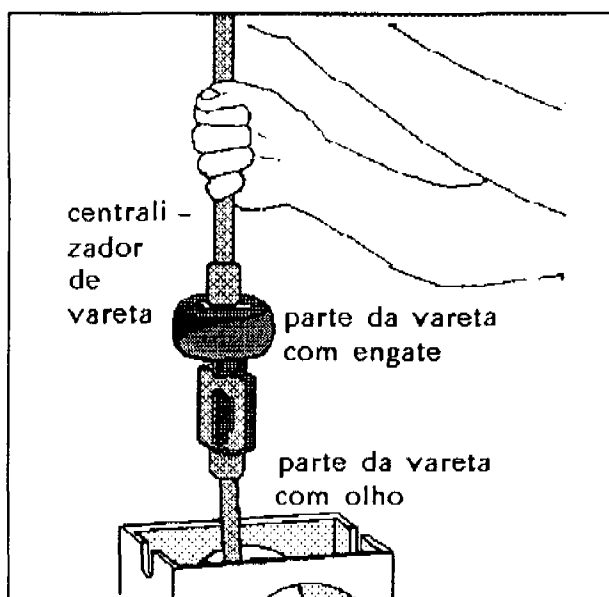

Figura 11
25. Engate a 1ª vareta ao pistão, coloque um centralizador de vareta de borracha! Veja figura 11.